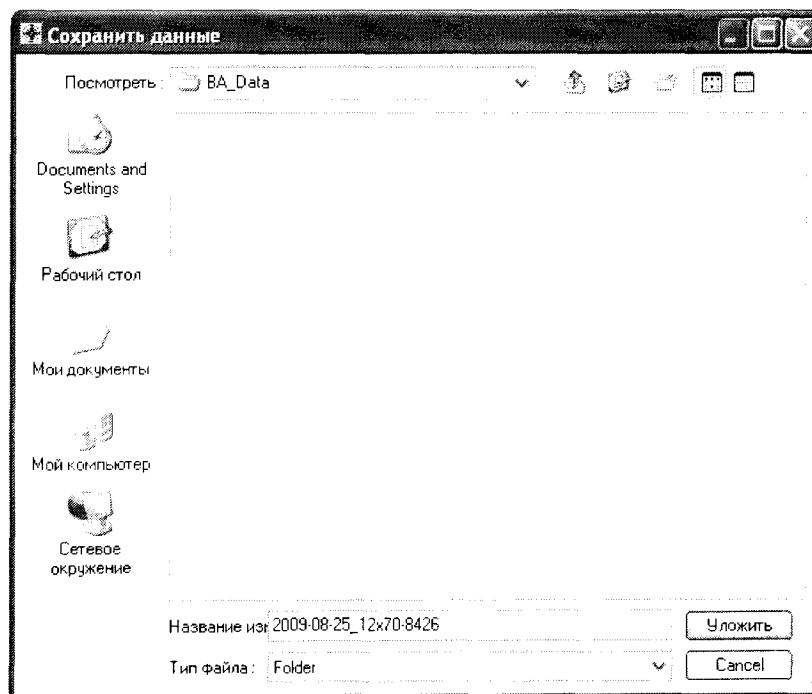

Рис. 4 Панель «Сохранить данные
7.3.4.22 Закрыть панель «Баллистический анализатор», нажатием кнопки  в панели «Баллистический анализатор» (красная кнопка в правом верхнем углу панели). Отобразится панель «Сохранить данные», смотри Рис. 4